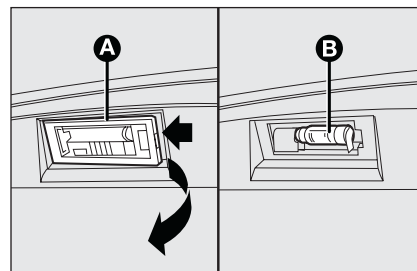

fig. 31
- ☐ agir sur le point indiqué par la flèche et enlever le transparent **A**-fig. 31 ;